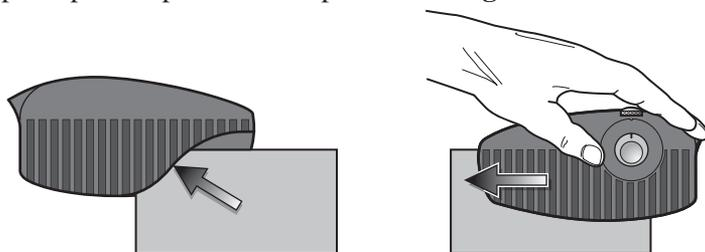
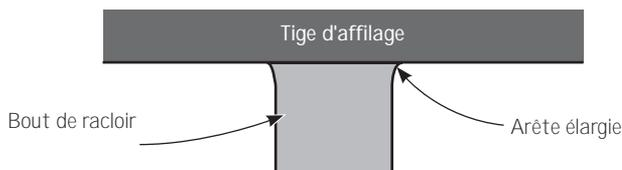

Figure 1: Effectuer deux ou trois passes sur le racloir.
Figure 2: Préparation de l'arête
3. En positionnant le bloc de réglage à un angle de 0°, effectuer deux ou trois passes sur le racloir en appliquant une pression modérée – voir la **figure 1**. Cela aura pour effet d'étendre l'arête sur les côtés et de la préparer pour la prochaine étape – voir la **figure 2**.